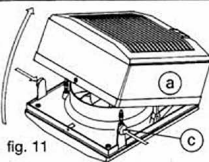

fig. 14
- Fig. 14.- Visser les tiges filetées (n) sur les vis (h) de la grille extérieure (e) grâce aux manchons taraudés (p) fournis avec les tiges filetées et remplacer les plots en caoutchouc (g).